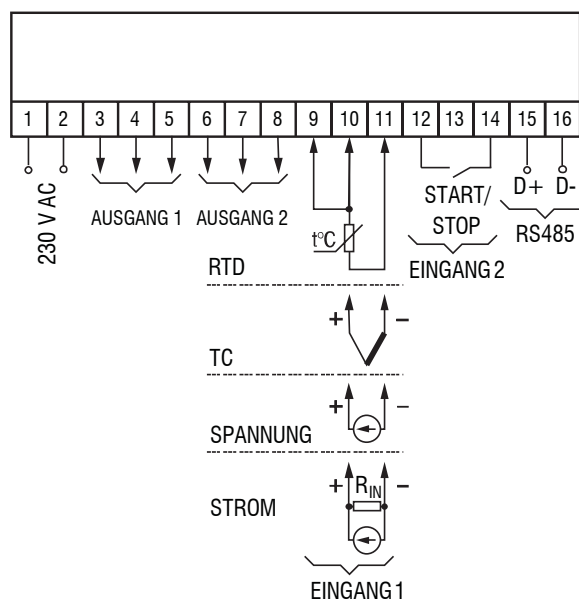

Abb. 5.1 Elektrischer Anschluss
- Das Layout von Anschlussklemmen ist in Abb. 5.1 und die Klemmenbelegung in der Tabelle 5.1 dargestellt
- Verdrahten Sie die Eingänge gemäß der Abb. 5.1
Schließen Sie ein Strom- oder Spannungssignal gemäß Abb. 5.1. Eine Hilfsspannungsquelle wird benötigt.